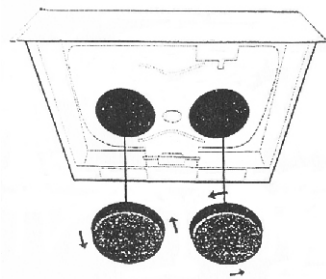

рис. 7
- установите угольные фильтры (рис.7), предварительно удалив с них упаковочную пленку.